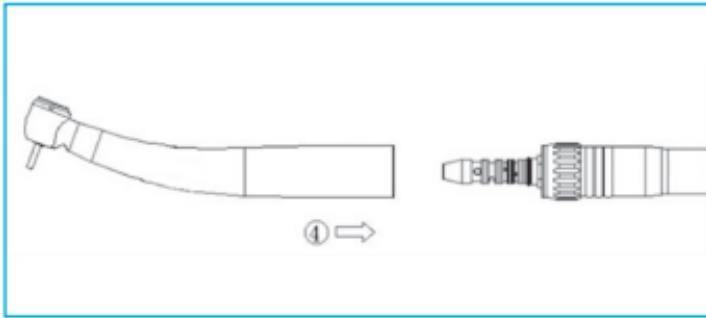

Fig. 6-5
- Montez le dispositif médical avec précision sur le coupleur à LED jusqu'à ce qu'il se verrouille dans le dispositif médical en émettant un bruit. (Fig. 6-5④).